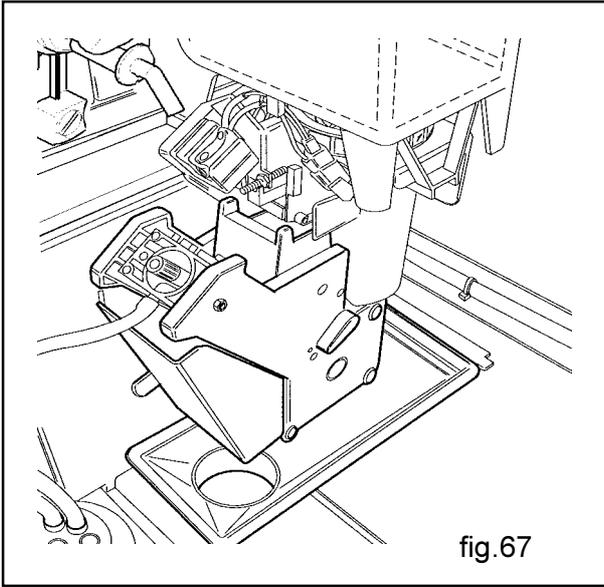

fig.67
- canaleta y embudo de café (fig. 67)